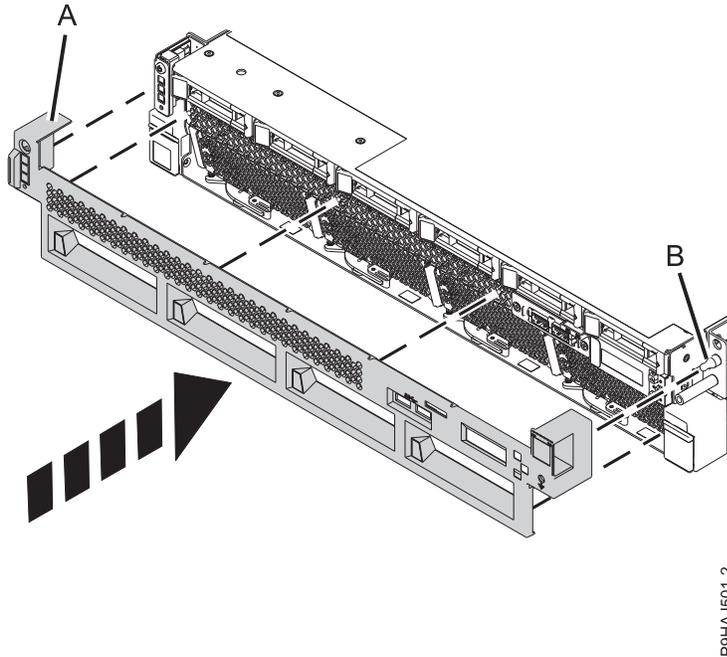

Figure 13. Installation du capot avant
2. Poussez délicatement le capot (A) jusqu'à ce qu'il soit en place. Le capot est doté de renforcements permettant de le tenir plus facilement. Utilisez la broche d'alignement (B) pour fixer le capot sur le système comme illustré dans la figure 13, à la page 33. Exercez une pression le long de la grille au-dessus des ventilateurs afin de fixer le capot à l'avant.